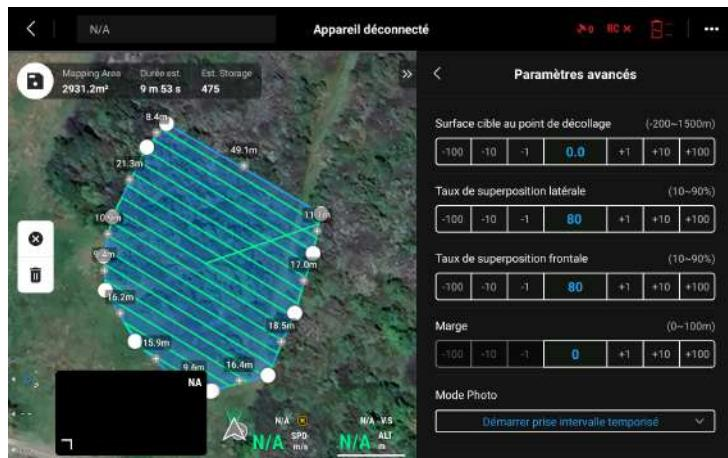

Figure 10: Sélection du taux de superposition latérale et frontale
**Exemple :** dans la mission présentée sur la figure 10, il ne sera pas nécessaire de changer de batteries (durée de 9 min 53 s) et il faudra un espace de  $\frac{12.5 \times 475}{1000} = 5.94$  Go sur chacune des cartes SD.